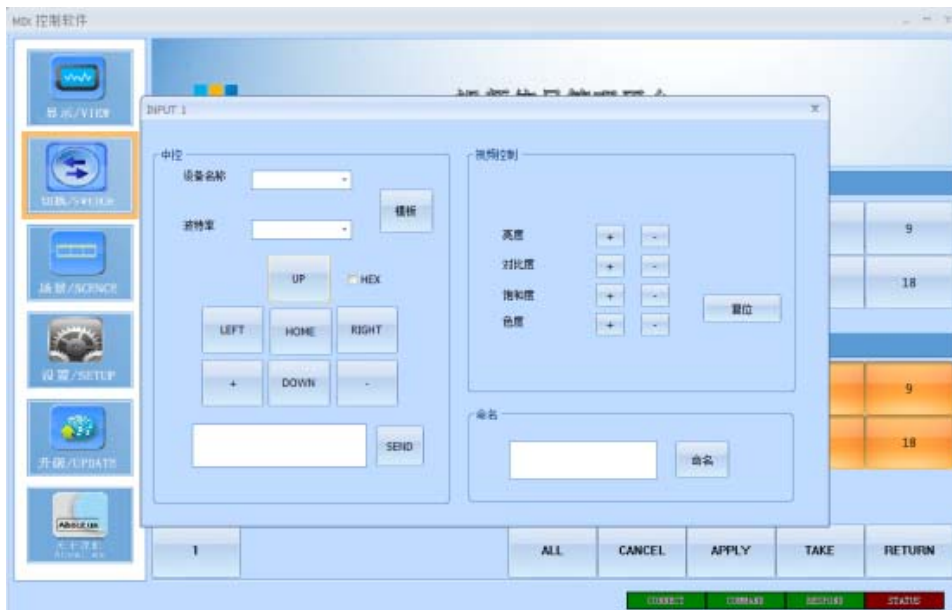

图 7.2.5 输入板卡中控、视频控制、命名
a) **输入板卡：**在“SWITCH(切换)”界面双击输入信号，弹出如图 7.2.5 界面，在“中控”一栏中我们可以对这路板卡上所连接的摄像头等设备进行控制（此功能需向设备供应商索取相关资料，输入板卡“5”至“9”路支持此功能）。“视频控制”一栏中可以调节输入板卡的亮度、对比度，对板卡复位等操作。在“命名”栏中我们可以输入新的名字，点击“命名”即可更改当前输入信号的名称。